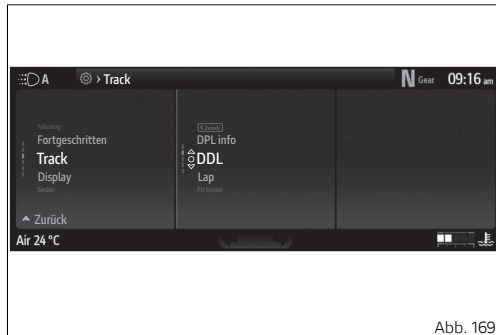

Abb. 169
- Die Angabe „DDL“ (Abb. 169 S.223) markieren, dann die Taste ○ drücken.